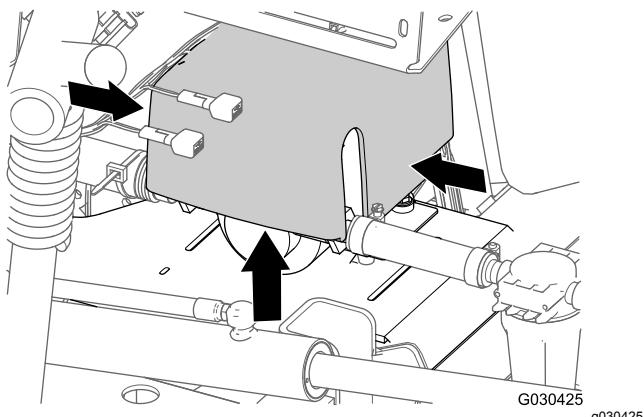

図 5
1. 機体後部で、すすぎ用ポンプのカバーを両側から押し、カバーについているタブがサドルプレートのスロットをかわすまでカバーを上に持ち上げて、カバーを取り外す図 5。